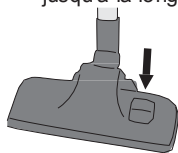

Figure 4 Surfaces molles ou dures
4. Pour adapter la position de l'embout d'aspiration à la surface dure ou molle, faites jouer du bout du pied l'interrupteur de position de l'embout; voir la figure 4. Sur une surface dure, vous enfoncez l'interrupteur, de sorte que la brosse dépasse de l'embout d'aspiration. Sur une surface molle, relevez l'interrupteur.